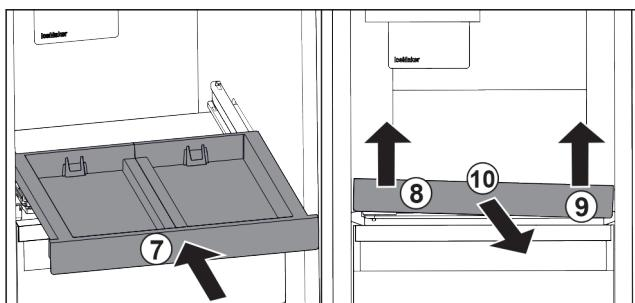

Fig. 91
- Gurnite izvlačnu ploču. Fig. 91 (7)
- Podignite izvlačnu ploču naprijed lijevo. Fig. 91 (8)
- Podignite izvlačnu ploču naprijed desno. Fig. 91 (9)
- Izvadite izvlačnu ploču prema naprijed. Fig. 91 (10)